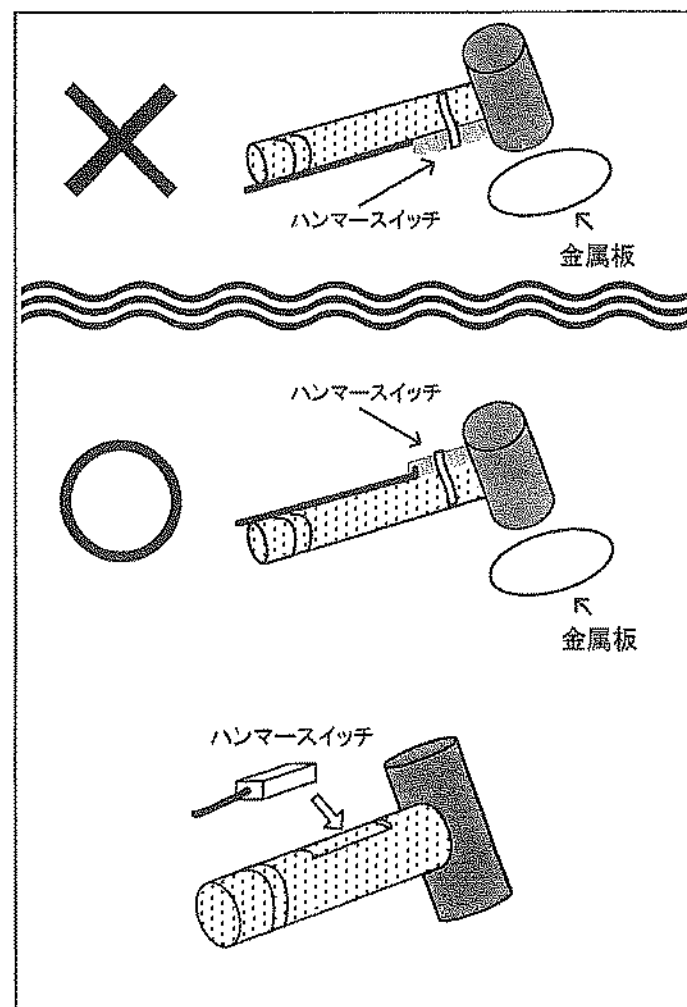

図5 ハンマースイッチ
- 2) トリガ接続コネクタ（TRIGGER）にハンマースイッチを接続します。ハンマースイッチは、かけやあるいは、片手ハンマの柄（頭部に近い方）の平らな面に取り付けてください（図5参照）。ハンマースイッチの取り付け方法はハンマースイッチのモールド部分（白い樹脂面）がハンマの柄に接する様にしてビニールテープ等でしっかり固定してください。